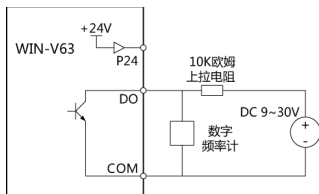

图 3-30 使用外部 24V 电源时 DO 端子接线图
④DO 频率信号输出可使用变频器外部的 24V 电源，接线方式请参见图 3-30。